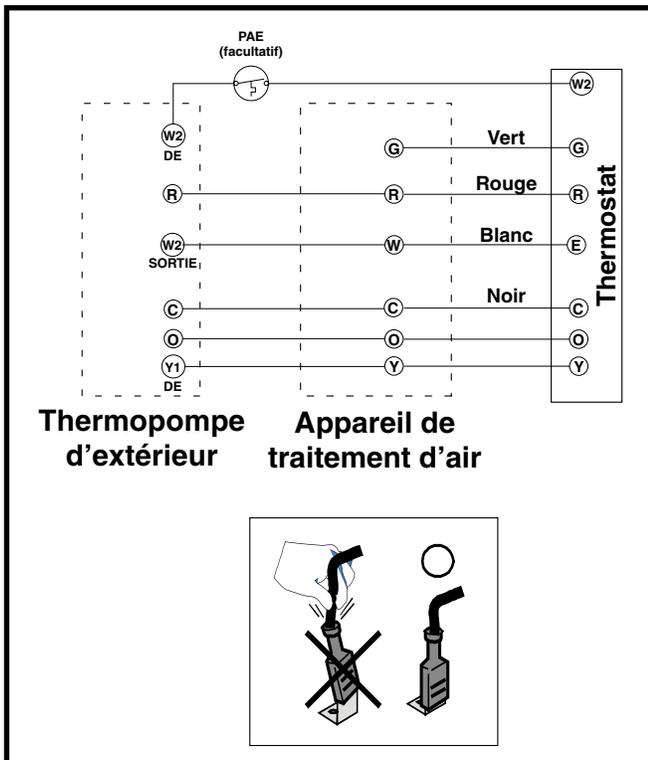
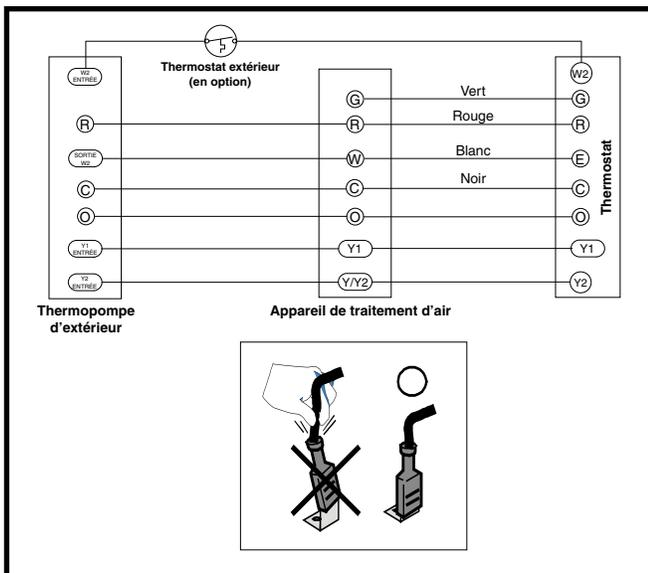

Figure 4. Raccordements de thermostat pour SH1BF4M1SP appareils de 2 - 4 tonnes
Figure 5. Raccordements de thermostat pour SH1BF4M2SX appareils de 5 tonnes
- Les branchements du thermostat doivent être effectués conformément aux directives qui accompagnent le thermostat et l'appareil intérieur. Une installation résidentielle typique avec thermostat de thermopompe et appareil de traitement d'air est montrée à la Figure 4 \(page 6\) and Figure 5 \(page 6\).